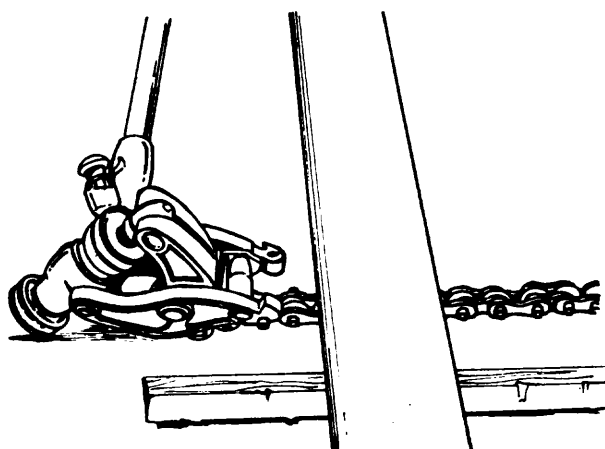

Fig. 2
- 2º paso *Coloque el tubo sobre la cadena, pegado al cuerpo del cortatubos, y haga coincidir la marca de corte con las cuchillas (fig. 2).*